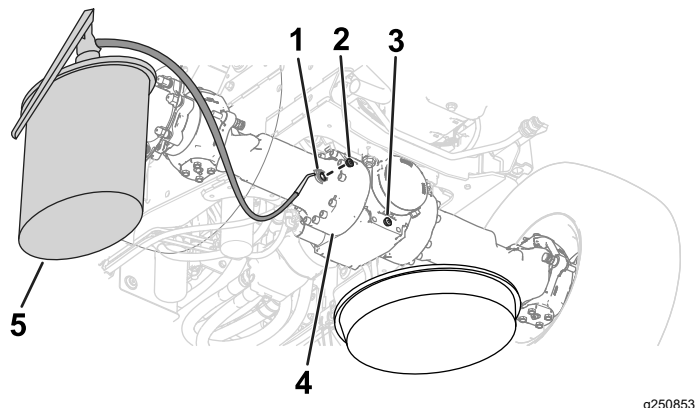
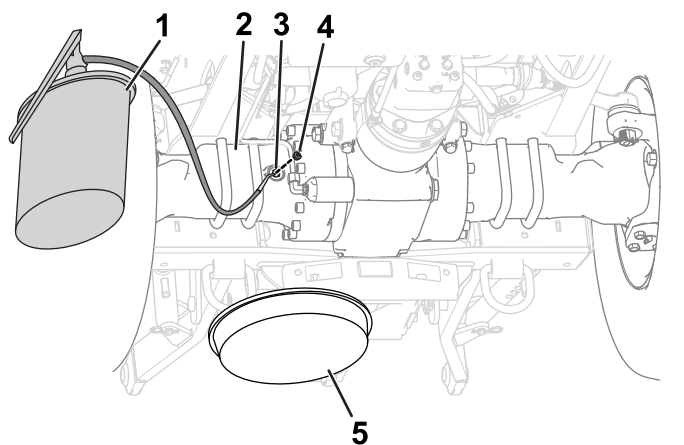

Figure 101
Figure 102
5. Insérez les bouchons de vidange dans les orifices de vidange des carters de différentiels (Figure 101 et Figure 102).
6. Versez l'huile spécifiée dans les essieux par le regard, jusqu'à ce que le niveau atteigne les filets au bas de l'orifice (Figure 101 et Figure 102).
8. Insérez les bouchons de remplissage dans les regards des carters de différentiels des essieux (Figure 101 et Figure 102).